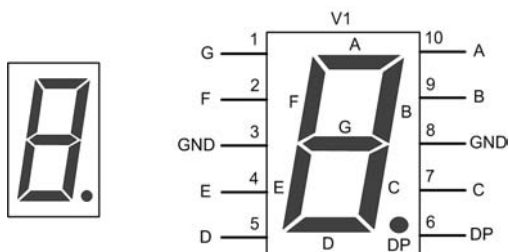

Bild 3.11: 7-Segment-Anzeige mit gemeinsamer Kathode
Bei 7-Segment-Anzeigen unterscheidet man zwischen zwei Varianten. Es gibt sie mit gemeinsamer Anode oder gemeinsamer Kathode. Das bedeutet, dass alle Anoden oder Kathoden der internen Leuchtdioden miteinander verbunden sind. Im Lernpaket wird eine 7-Segment-Anzeige mit gemeinsamer Kathode verwendet. Diese wird auf GND gelegt und die einzelnen Segmente werden über einen High-Pegel zum Leuchten gebracht. Für die Ansteuerung ist, genauso wie bei der Ansteuerung von LEDs, ein Vorwiderstand erforderlich. In Bild 3.11 sieht man, welche Pins mit welchem Segment der Anzeige verbunden sind. Um eine 7 darzustellen, muss an die Pins 10 (A), 9 (B) und 7 (C) ein High-Pegel gelegt werden.